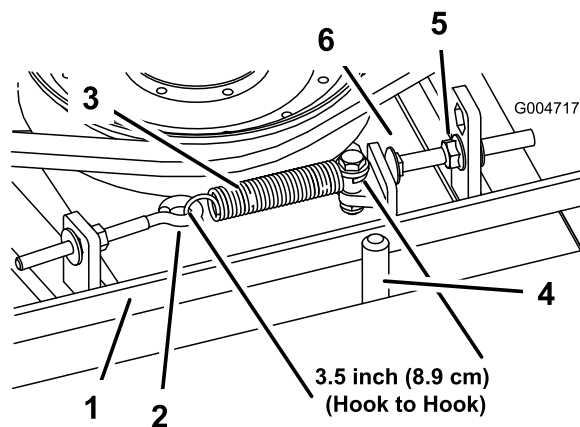

Figura 70
Cuando está correctamente tensado, la longitud del muelle de extensión (entre ganchos) debe ser de $8,9 \text{ cm} \pm 0,63 \text{ mm}$ aproximadamente (medida interior). Una vez que haya obtenido la tensión correcta del muelle, ajuste el perno de tope (perno de cuello cuadrado) hasta que quede aproximadamente $0,32 \text{ cm} \pm 0,152 \text{ cm}$ de holgura entre la cabeza del perno y el brazo tensor (Figura 70).
Nota: Asegúrese de que la correa está colocada en el lado del muelle de la guía de la correa (Figura 70).
2. Afloje el perno de ojal para poder retirar el muelle de extensión (Figura 70).
3. Afloje la tuerca con arandela prensada que fija el perno de tope a la pletina de montaje. Desenrosque la tuerca lo suficiente para permitir que el brazo tensor pase por el perno de tope (Figura 70). Aleje la polea tensora de la correa para aliviar la tensión de la correa.
8. Vuelva a conectar el muelle de extensión (Figura 70) al perno de ojal y tense la correa de la siguiente manera: